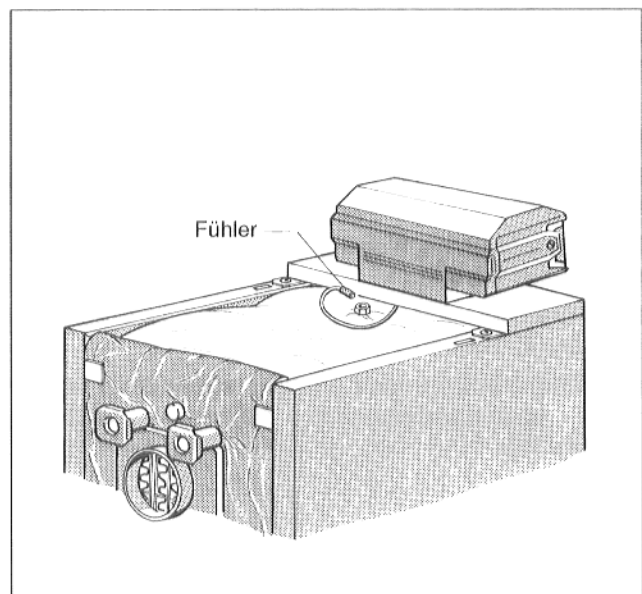

Abb. 12
- Fühler bis zum Anschlag in die Tauchhülse einführen (Abb. 12).